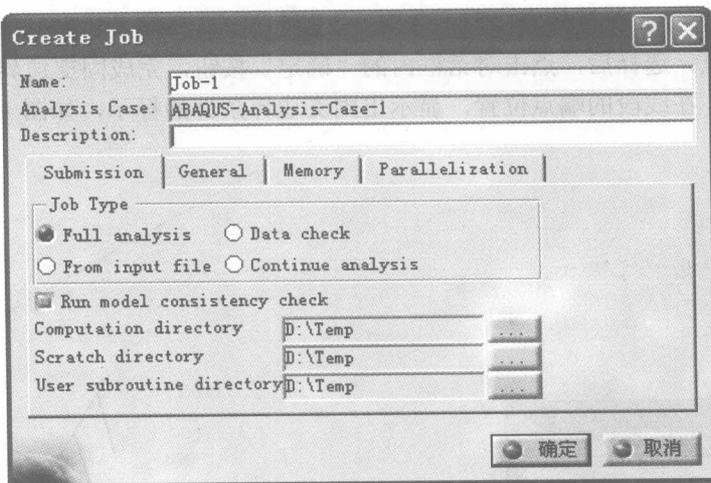
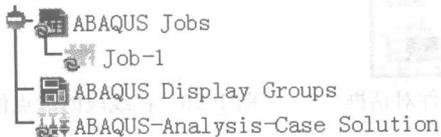

图 1-28 Creat Job 生成分析工作对话框
图 1-29 在模型树中生成分析工作 Job.1
(11) 生成分析工作。点击的 Creat Job 生成分析工作图标 ，出现 Creat Job 生成分析工作对话框，如图 1-28 所示。按照对话框内的默认设置，生成分析工作，点击 Creat Job 生成分析工作对话框内的“确定”按钮，完成分析工作生成，并关闭该对话框。在左边的模型树中生成分析工作 Job.1，如图 1-29 所示。